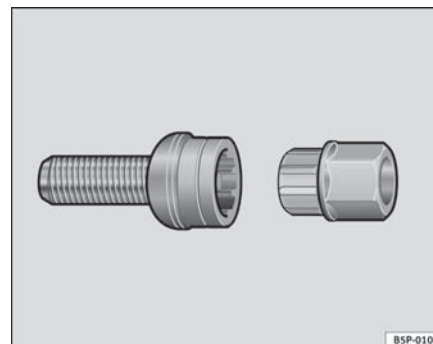

Fig. 135 Boulons de roue antivol
- Introduisez l'adaptateur au maximum dans le boulon antivol de la roue ⇒ page 211, fig. 135.